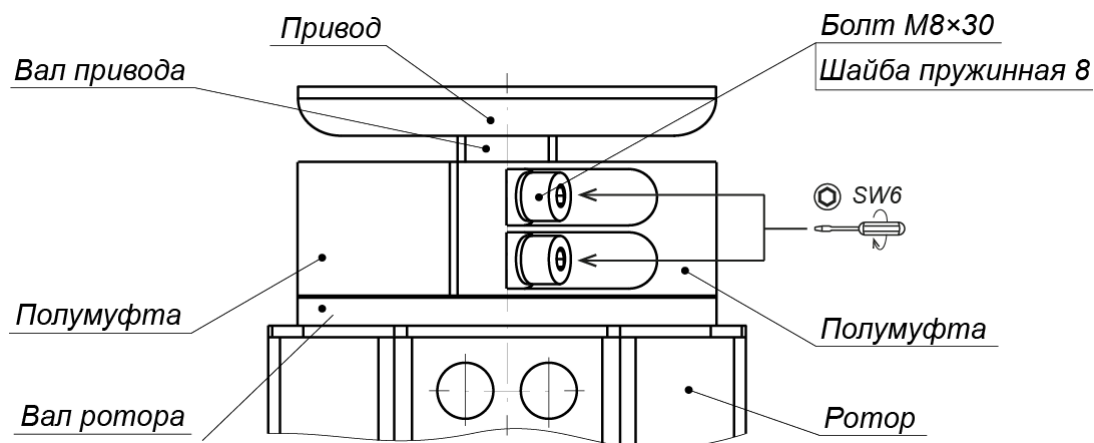

Рисунок 19. Муфтовое соединение (4) вала привода исполнительного механизма с валом ротора (1)
- Соедините верхний вал ротора с валом привода исполнительного механизма двумя полумуфтами и четырьмя болтами M8×30 с пружинными шайбами (ключ SW6) (см. рис. 19). Будьте осторожны, полумуфты имеют большой вес, не допускайте их падения во избежание травм!
2. Снимите полумуфты (см. рис. 19), отвернув 4 болта М8 муфтового соединения (4). Будьте осторожны! Удерживайте ротор и полумуфты от падения.